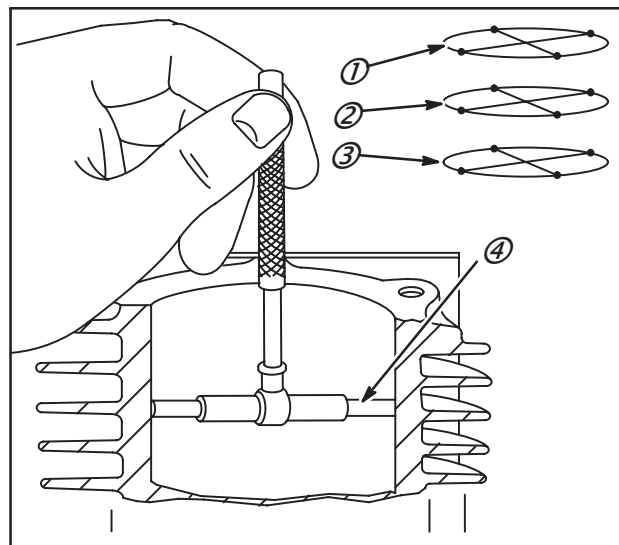

Fig. 1
Utiliser une jauge d'alésage (4), Réf. : 19404, illustrée en position médiane (2), Fig. 1, avec un pied à coulisse ou un micromètre d'intérieur pour mesurer l'alésage perpendiculairement au cylindre.